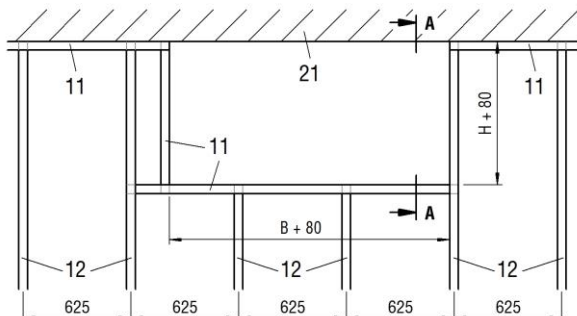

Abbildung 20: Metallständerwerk mit erforderlichen Auswechslungen (Einbau direkt unter massiver Decke mit „Einlage Mineralwolle“)
- Metallständerwerk und Wand gemäß den Angaben des Wandherstellers herstellen und Auswechslungen entsprechend der Abbildung 20 vorsehen. Aussparung für den Einbau der BKA-EN (Pos.1) vorsehen.